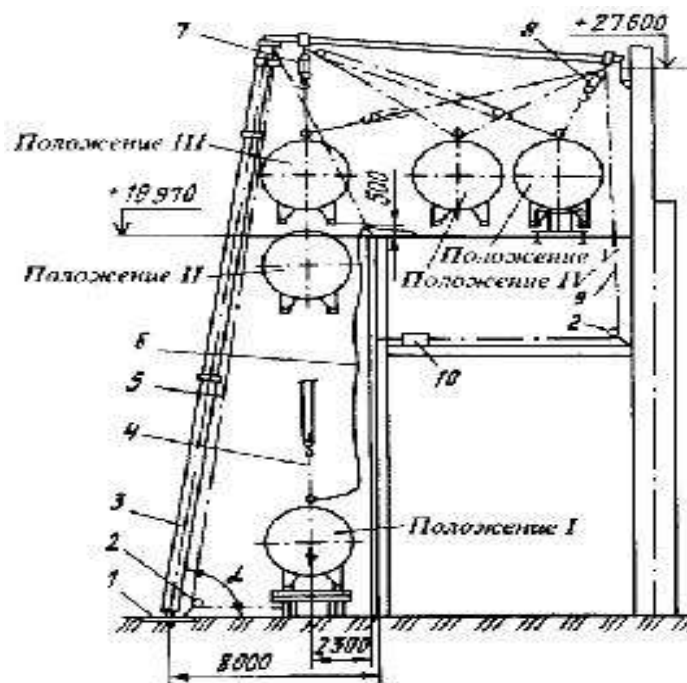

Рисунок 1.11 - Г-образный пристенный подъемник грузоподъемностью 20...30т
Для подъема грузов большой массы в условиях, когда невозможно применение кранов и лебедок, используют Г-образные пристенные подъемники (рисунок 1.11). Шевр из трубы Ж 300 мм. толщиной стенки 8 мм опирается ригелем из балки № 36 на упор в колонне здания. При помощи полиспаста (7) грузоподъемностью 20 т груз поднимают на отметку +19.5 и с помощью полиспаста (8), работающего на оттяжке, постепенно перемещают в проектное положение. Почти всю нагрузку принимают опоры шевра и опорный ригель, работающий на сжатие и продольный изгиб.